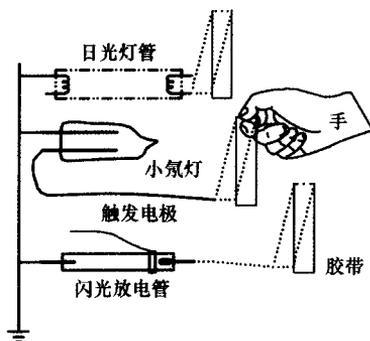

图 1-1-1 胶带产生静电可使日光灯或小氖灯或闪光放电管闪亮的示意图
2. 下面我们就来讲述实验的步骤与方法。如图 1-1-1 所示，撕下长约 10cm（cm 表示厘米，为长度的单位）的胶带（最好宽为 1.8cm 的稍厚胶带），将其密贴在玻璃板上（如电视机的显像屏幕）或与地绝缘的光滑板上（如电脑桌表面硬度甚佳
(或已被接地的电器用具的金属外壳上),夹子线的另一端夹在上述任何一个被测发光元件(如日光灯)的一端,发光元件的另一端悬空,如图 1-1-1 所示。
8. 人体有时会带有静电。通常是在严寒的冬天穿上绝缘的胶底鞋才容易感觉到它的存在。但在非冬季的时节,我们只要在冷气空调室内,穿上两件易于起静电的毛衣,当快速脱下一件时,就可产生相当高的静电。若在光线昏暗的情况下,用手指去触摸图 1-1-1 中日光灯管的引接脚时,便可观察到日光灯闪亮。
若用 PVC 塑料管实验也相同,当将它靠近图 1-1-1 中的小氖灯时会有吸动的现象产生,同时小氖灯也会闪亮,但图中日光灯灯管与闪光放电管需要的电压较高、电量较大,故只能在较暗的场所中进行实验,情况才较为明显。